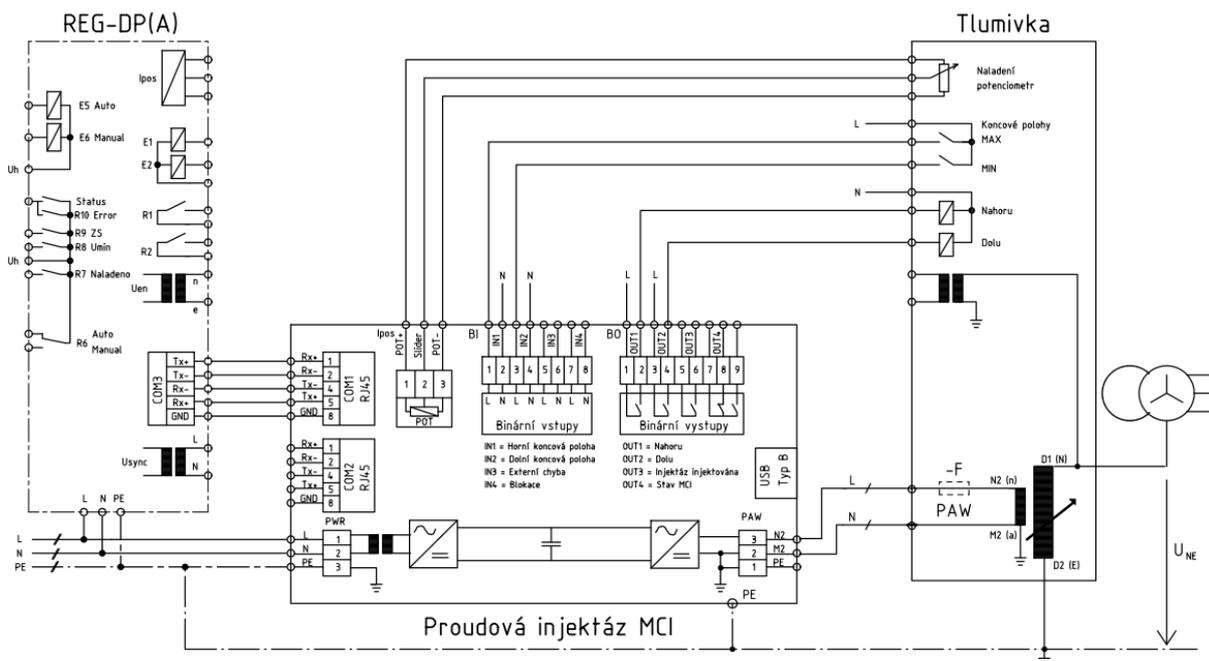

Рис. 4: Типичное подключение реактора, регулятора и инжекции в режиме 1.
Коннекторы должны быть подключены согласно главе 5.9. Рис. 4 показывает типичное подключение инжекции MCI, регулятора REG-DP(A) и реактора в режиме 1.